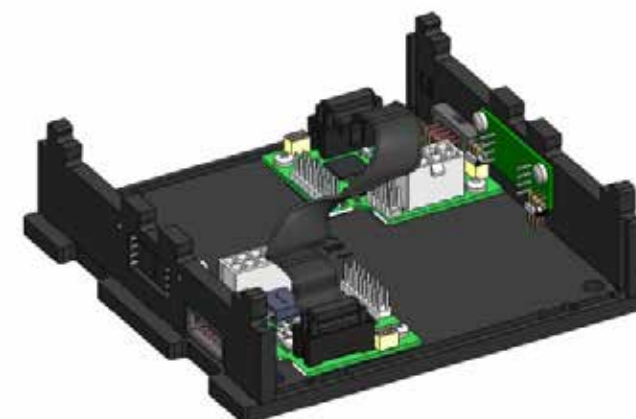

Рисунок 14. Подключение универсальных плат
4) Подключить универсальную плату 1 к универсальной плате 2 с помощью шлейфа (рисунок 14):